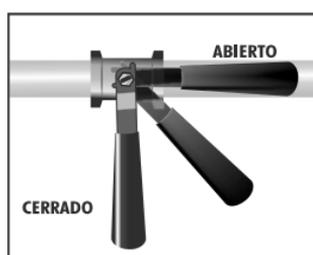

Figura 11
- Que el maneral de la válvula de paso esté en la posición CERRADO (Ver figura 11)